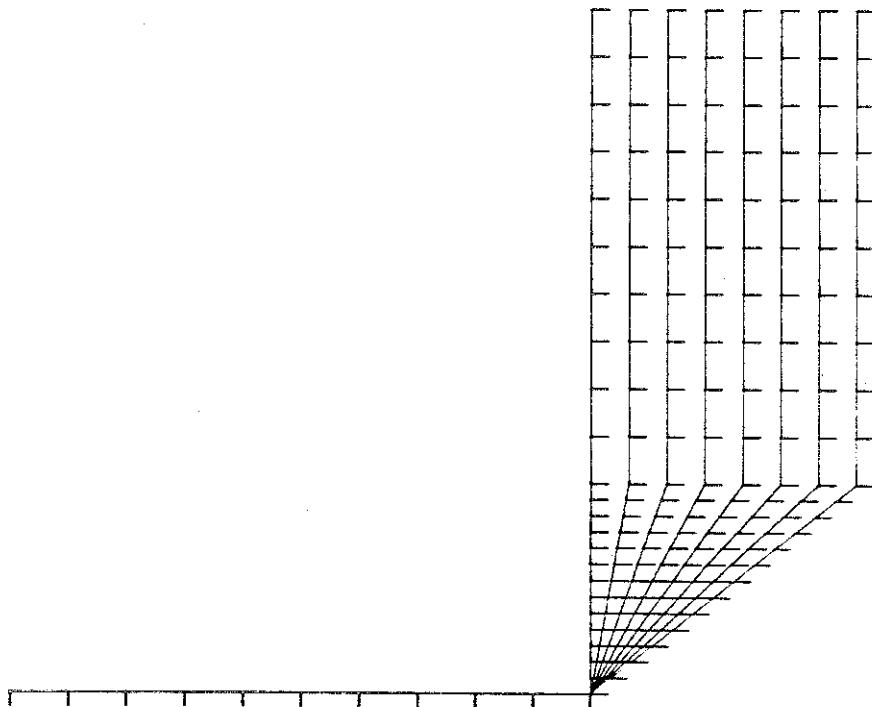

図 7-5 3 次元表示の表示角度
④ “ANGLE FACTOR” の設定 ( 7-14 項(4)を参照 )
**TR9406** の 3 次元表示においては、表示の角度を [ 図 7-5 ] に示しますように 8 種類設定することができます。